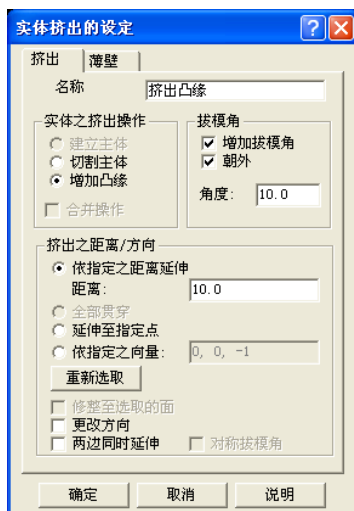

图 7-4 步骤 8)、9) 的建模
8) 单击“实体”“挤出”，选择  $\phi 20$  的圆，方向“下”，距离：10，点选“增加凸缘”；勾选“增加拔模角”“朝外”，设定角度： $10^\circ$ ，点选“增加凸缘”，如图 7-4 所示。
9) 单击“实体”“挤出”，选择 3 个修剪后的 33×3.6 矩形，方向“下”，距离：10，勾选“增加拔模角”“朝外”，设定角度：10°，点选“增加凸缘”，如图 7-4 所示。